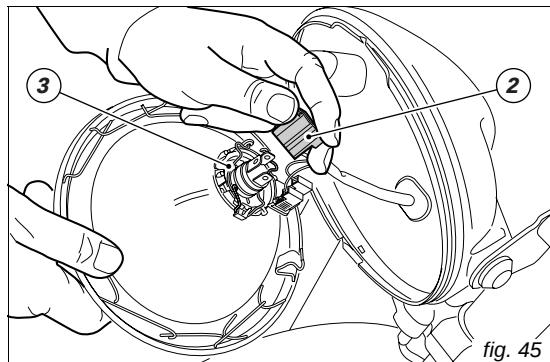

fig. 45
Per accedere alle lampadine del proiettore svitare la vite inferiore (1) che fissa il gruppo cornice/parabola al corpo. Staccare il connettore (2, fig. 45) dalla lampadina del proiettore. Sganciare la molletta (3, fig. 45) di tenuta della lampada e rimuoverla dal supporto.
La parte trasparente della lampadina nuova non deve essere toccata con le mani, ne provocherebbe l'annerimento riducendone la luminosità. Inserire le linguette della base lampadina, nelle sedi corrispondenti per ottenere l'esatto orientamento; agganciare l'estremità della molletta (3, fig. 45) ai supporti del corpo proiettore. Ricollegare i cavi.